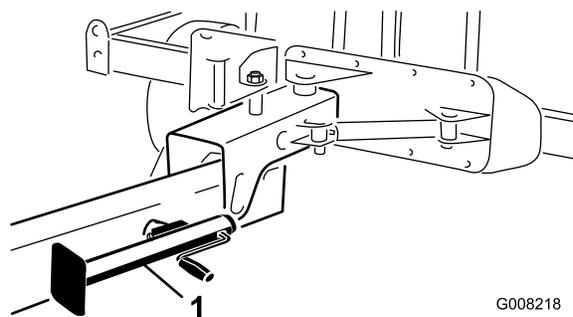

Bild 19
- Heben Sie den Achsständer an und befestigen Sie ihn in der Parkposition (Bild 19).